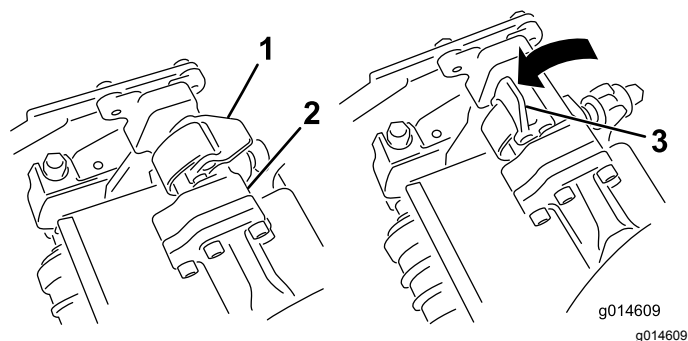

Figura 31
4. Con i fermi del braccio di sospensione rivolti verso l'alto (cioè aperti) (Figura 31), premete il braccio di sospensione verso il basso in modo che la barra si inserisca nella barra della parte superiore dell'apparato di taglio (Figura 32).
5. Chiudete i fermi spostandoli verso il basso e attorno alla barra dell'apparato di taglio, quindi bloccateli in posizione (Figura 31).
5. Aprite i fermi sulla barra del braccio di sospensione dell'apparato di taglio che state rimuovendo (Figura 31).